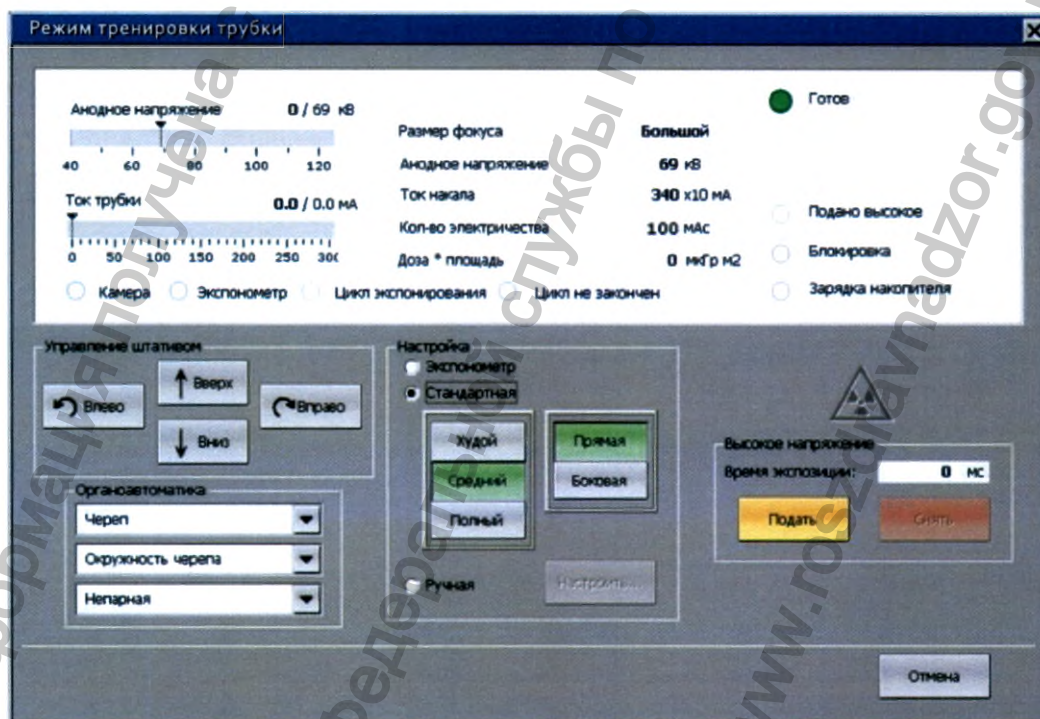

Рисунок 15 - Диалог режима тренировки трубки
7.2.1 В меню **«Сервис»** выбрать пункт **«Тренировка трубки»**. При этом на экран будет выведено окно режима тренировки трубки (рис. 15).